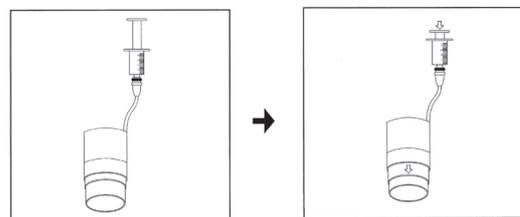

図2
- 送気コネクターにシリンジ (空気駆動用) を接続し、約2mLの空気を一気に注入する。そのときスライド筒が前方に突出することを確認すること。(図2)